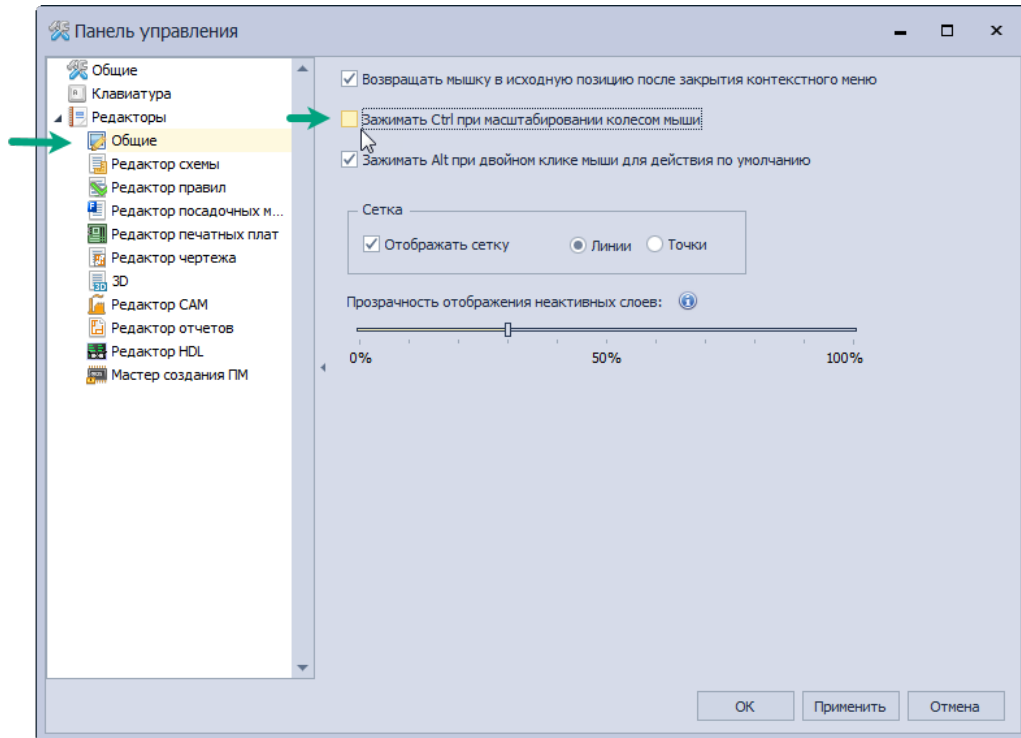

Рис. 345 Настройка масштабирования области
- масштабировать область прокруткой колеса мыши при зажатой клавише Ctrl и без, см. Рис. 345.